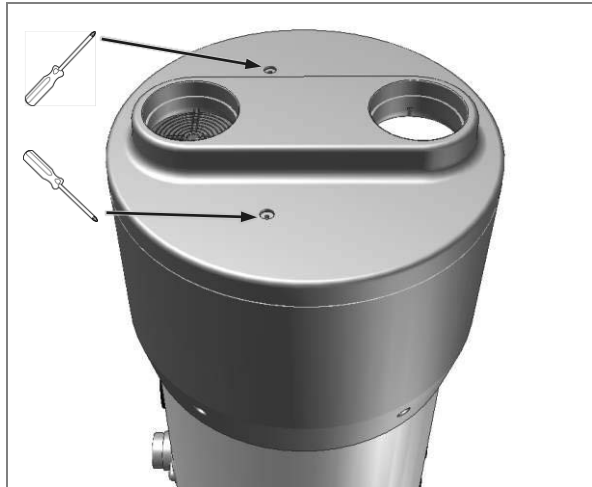

Abb. 18 – Entfernung obere Abdeckung
- Obere Feststellschrauben abnehmen und Abdeckung entfernen (Abb. 18);